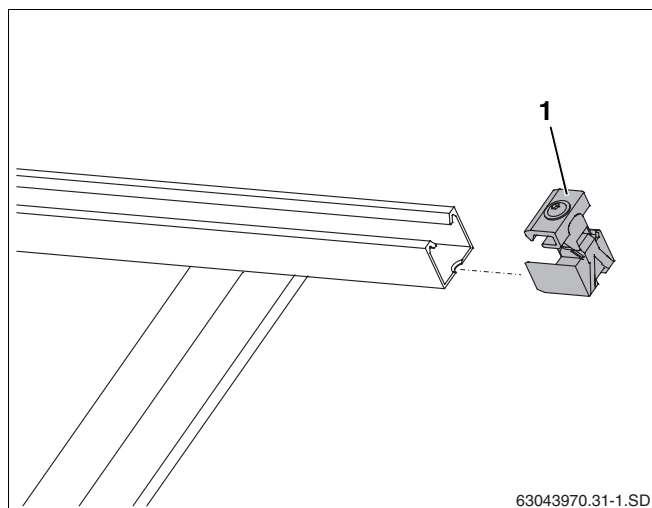

Fig. 45 Introducerea clemei de prindere simple
- Clemele de prindere simple (Fig. 45, **Poz. 1**) se introduc în capătul drept al câmpului de colectori în șinele profilate, până când se opresc în prima gaură alungită a șinei profilate.